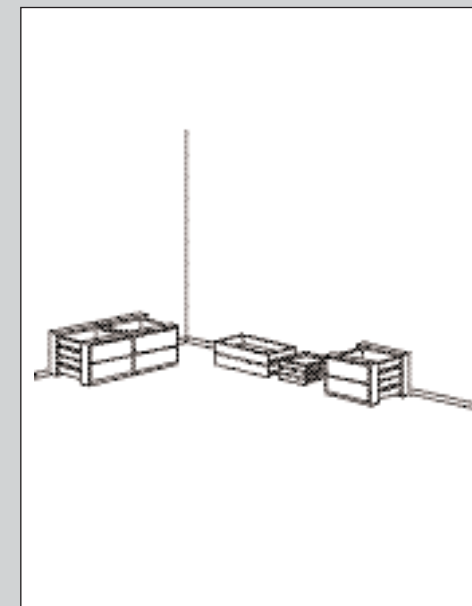

ABBILDUNG 1
2. Ordnen Sie sämtliche Teile. Dies erleichtert die spätere Arbeit (siehe Abb. 1).